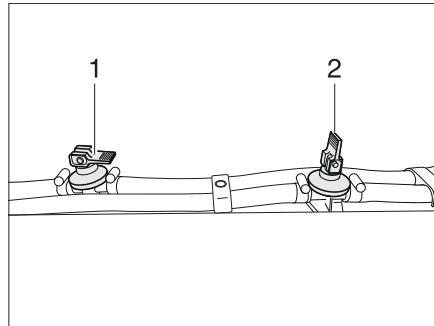

Bild 252 Ablasshahn
- Alle Ablasshähne schließen. Dazu den Kipphebel (im Bild 252,1) waagrecht stellen.